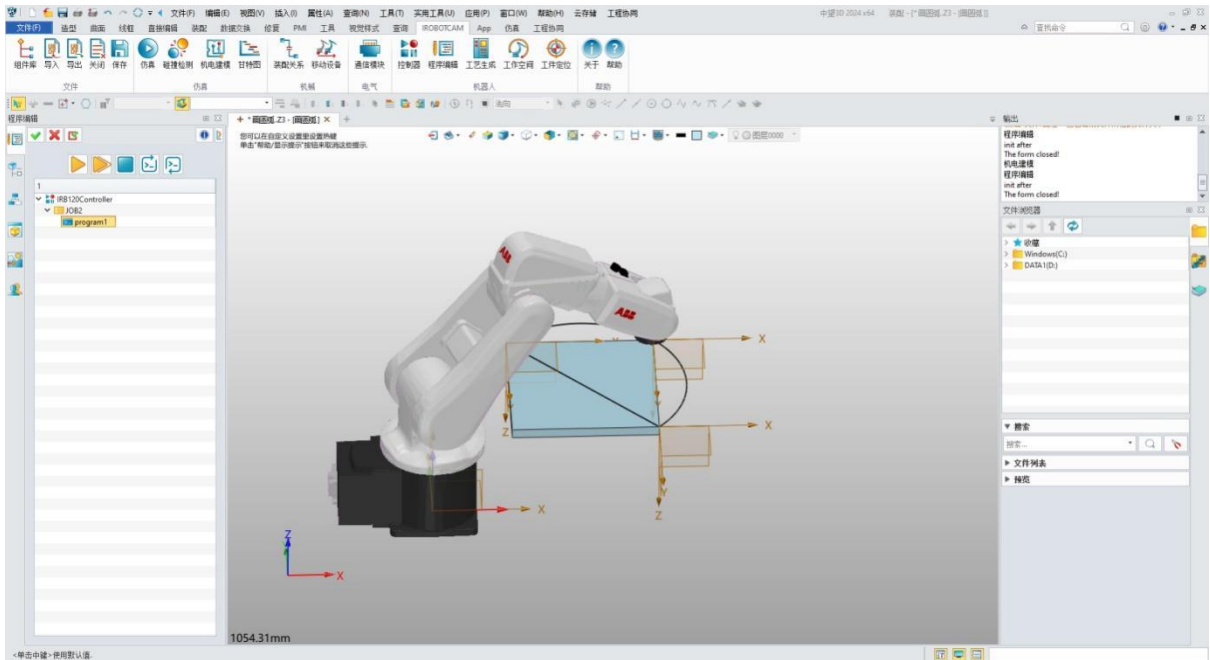

图 9-14：仿真实验
- **添加 MOVA 指令:** 然后添加 MOVA 指令, 参数设置如图所示。目标点为 "loc-3", 中间点为 "loc-2", 其他参数保持默认。单击 "确定"。(图 9-14)